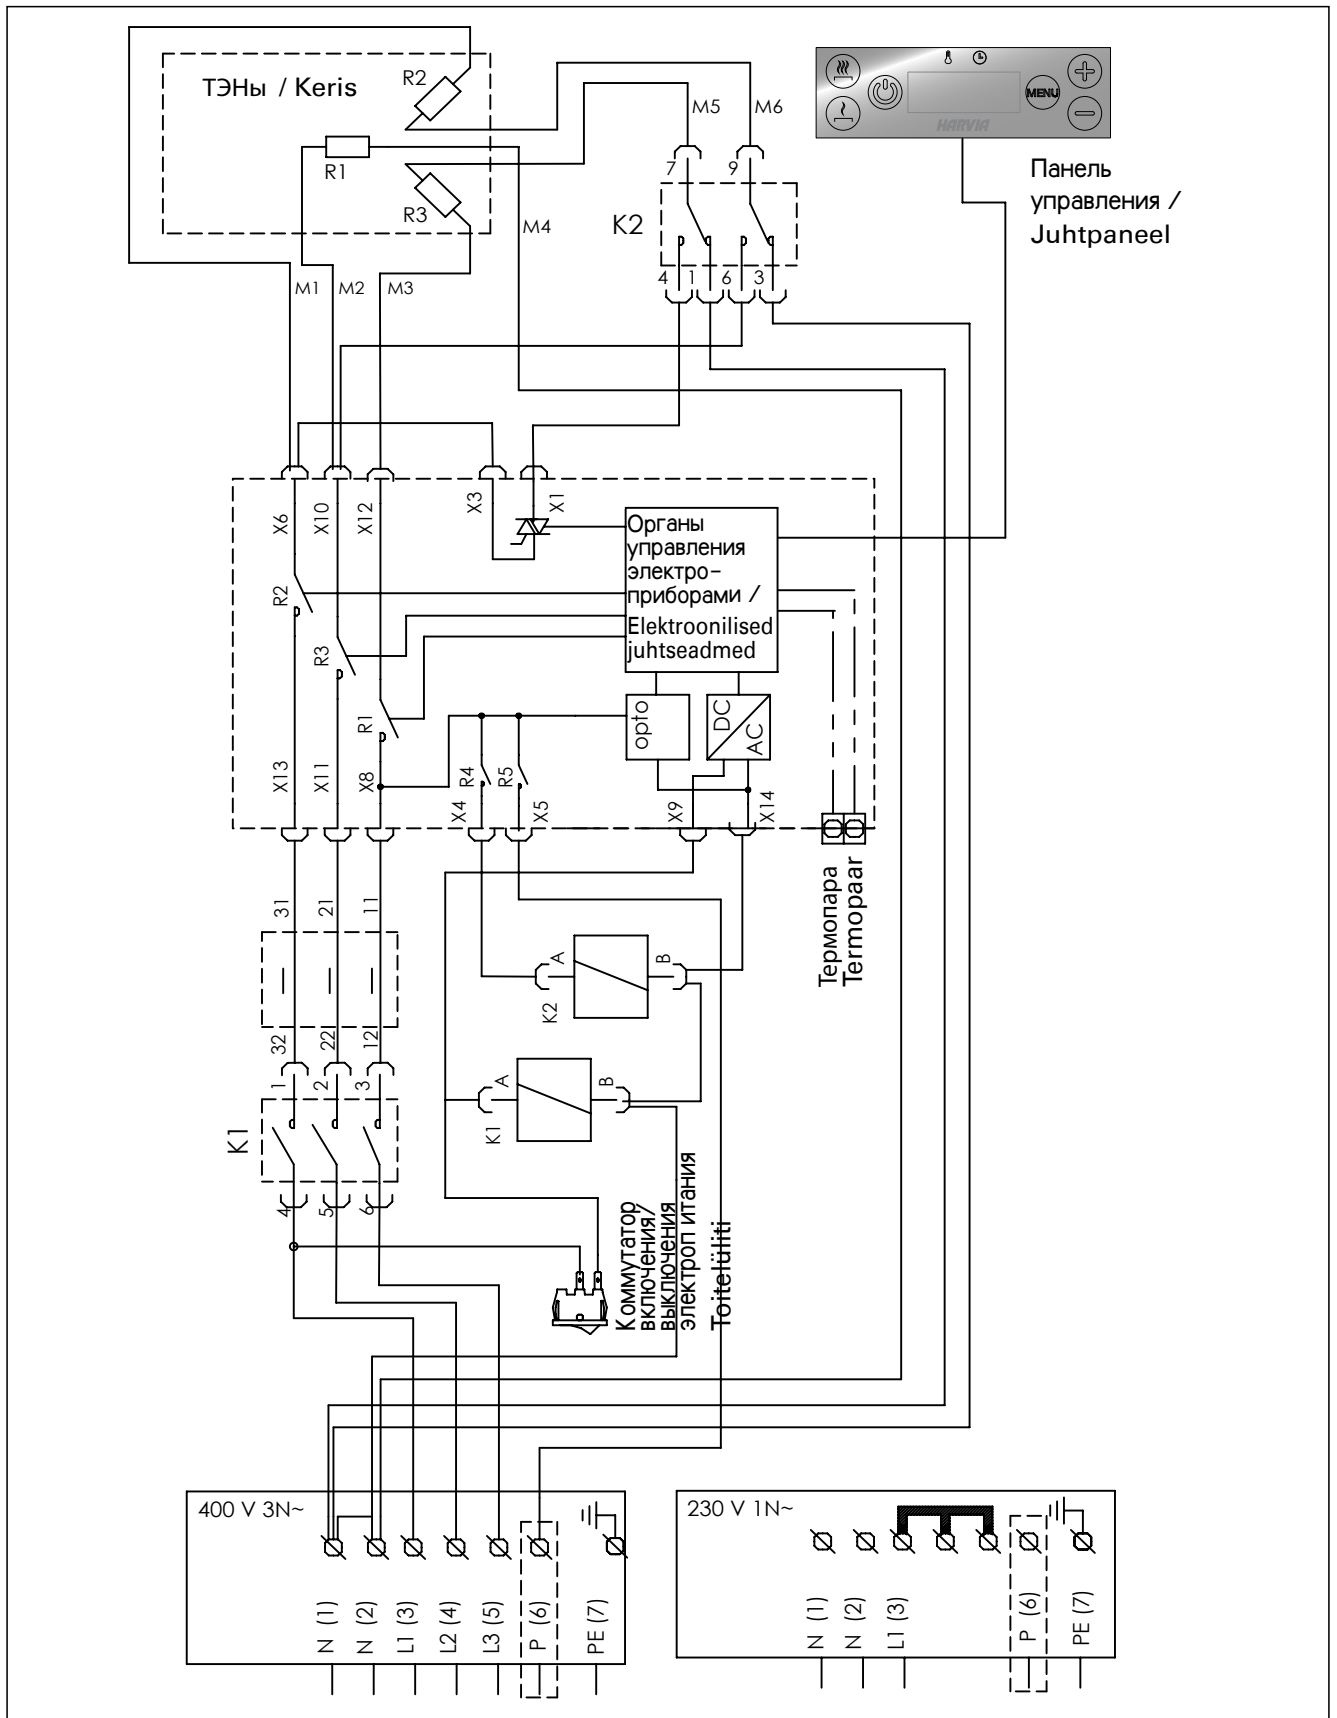

Рис. 12. Электромонтаж каменки
Колодка нагревательных элементов, кроме подачи питания, используется также в качестве дополнительного разъема (P) для внешнего управления нагревом. См. рис. 12.